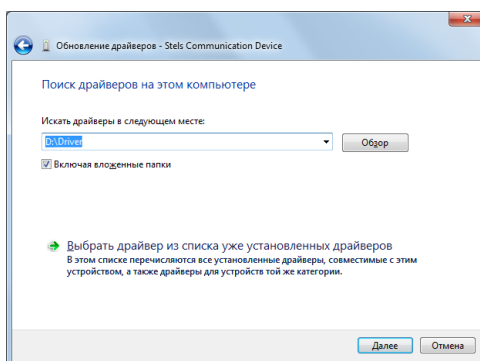

Рис. 5.5. Выбор пути к папке Driver
5. В открывшемся окне поиска драйверов укажите путь к папке Driver на компакт-диске из комплекта поставки или к папке, в которую драйвер был загружен с веб-сайта ООО «НПП «Стелс», и нажмите кнопку *Далее* (рис. 5.5).